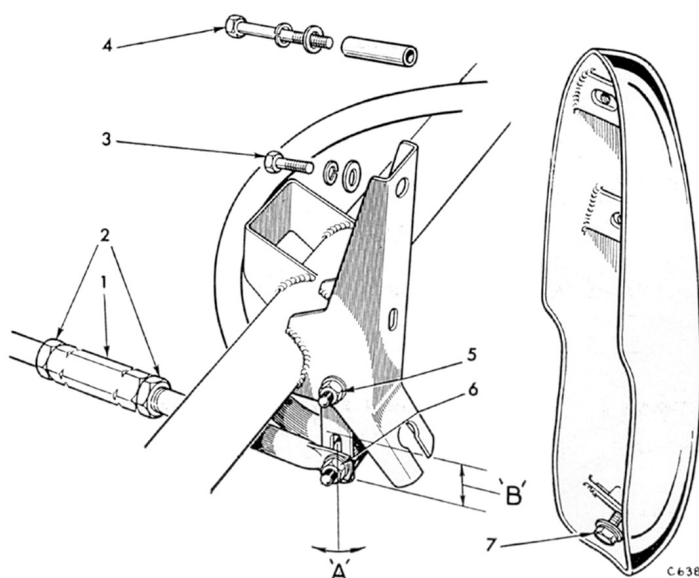
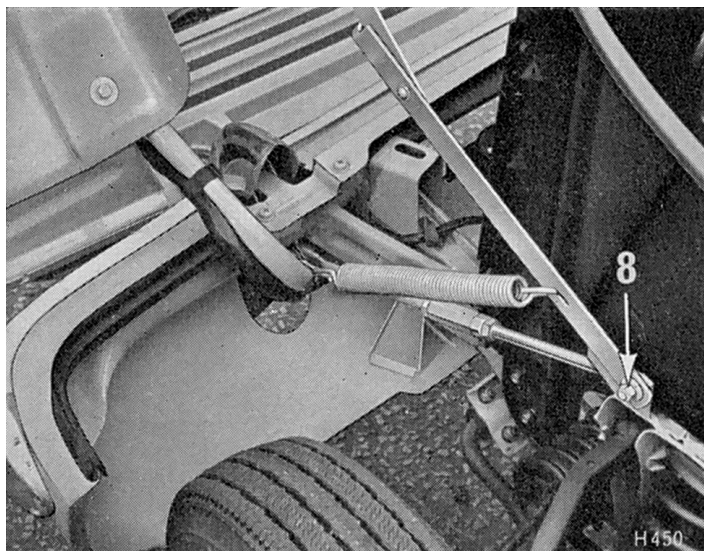
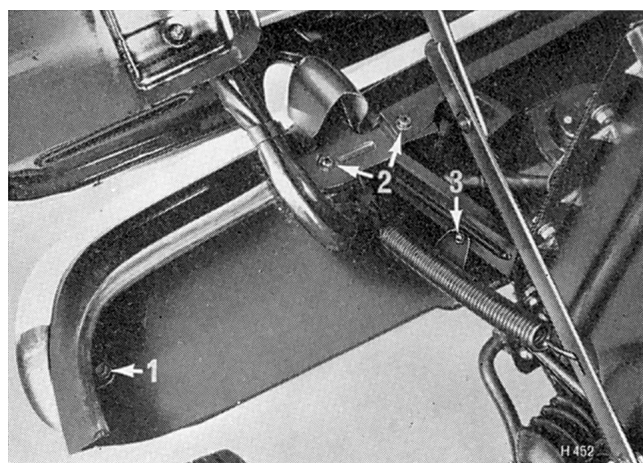

Fig. 10. Points de réglage du capot avant (Herald 1200 et 12/50)
Fig. 12. Fixation de béquille de capot
Fig. 19. Fixation de jupe avant
1200 et 12/50 uniquement (Fig. 10)
Retirer les butoirs en démontant les pièces (3), (4) et (7). Noter l'entretoise montée uniquement sur les modèles 1200. Retirer le boulon (8) (Fig. 12) et soutenir le capot pendant le démontage des boulons de la tubulure d'articulation (5) et (6).
Retirer les deux butoirs en démontant les pièces (4) et (7), retirer le boulon (8) (Fig. 12) et soutenir le capot pendant le démontage des boulons de la tubulure d'articulation.
S'il est nécessaire d'effectuer un léger réglage pour obtenir un espace uniforme de 5 mm entre le capot et le tablier, desserrer les contre-écrous (2) et tourner l'écrou tubulaire (1) (Figs. 10 et 11) d'un côté ou de l'autre selon le cas.
Réglage vertical (Figs. 10 et 11)**1200, 12/50, 13/60 et Vitesse 6**
En se référant à la Fig. 10, ouvrir le capot et démonter les butoirs de pare-chocs en retirant les boulons (3) et (4) et en desserrant les boulons inférieurs (7). Retirer les butoirs de leurs supports. Retirer quatre vis cruciformes (2), Fig. 19, et quatre vis à tête hexagonales (1) et (3).
En se référant à la Fig. 12, lever le capot et démonter les butoirs de pare-chocs en retirant les boulons (7) et en desserrant les boulons supérieurs (4). Retirer les butoirs de leurs supports. Retirer quatre vis cruciformes (2), Fig. 19, et quatre vis à tête hexagonale (1) et (3), puis dégager la calandre.
Lever le capot et, en se référant à la Fig. 10 (page 5.205), retirer les boulons (3) et (4) et desserrer les boulons inférieurs (7). Retirer le butoir.